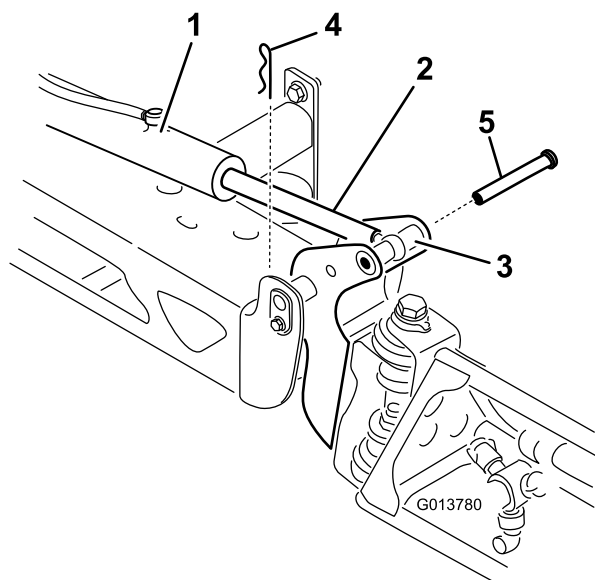

Figura 34
2. Retire la chaveta del pasador de giro (Figura 34).
3. Levante el brazo, retire el pasador (Figura 34), y baje el brazo lentamente al suelo.
9. Sujetando el brazo, introduzca el pasador a través del pivote del brazo y del émbolo del actuador (Figura 34).